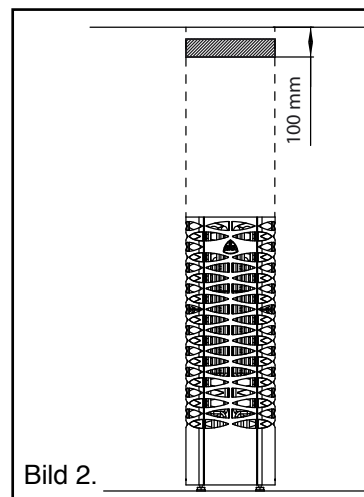

Bild 2.
- Installera givaren på det område som bild 2 visar.